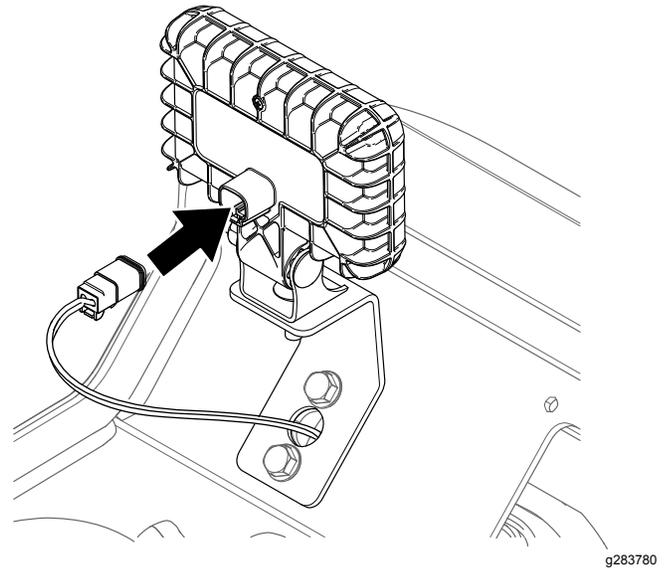

Figura 11
- 9. Usando el hueco de la placa de la consola para acceder al arnés de cables, pase el conector de la luz izquierda por el orificio del soporte de la luz izquierda y conéctelo a la luz izquierda (Figura 11).